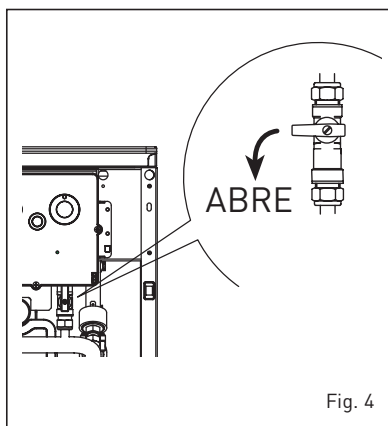

Fig. 4
2.2.1 Enchimento da instalação (fig. 4)